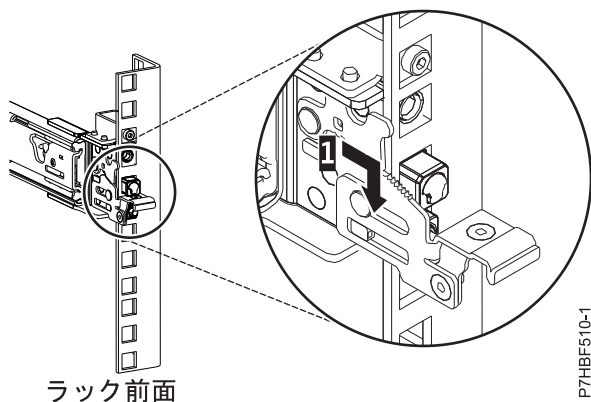

図 5. ラックの前面レールに取り付けられているピン
6. スライド・レールを前方に引き、レール前部の 3 つのピンを、事前にマークを付けた、選択済みの EIA 単位の 穴に挿入します。スライド・レールを下方に下げて (1)、中央のピンのフック機構を噛み合わせます。詳しくは、6 ページの図 5 を参照してください。